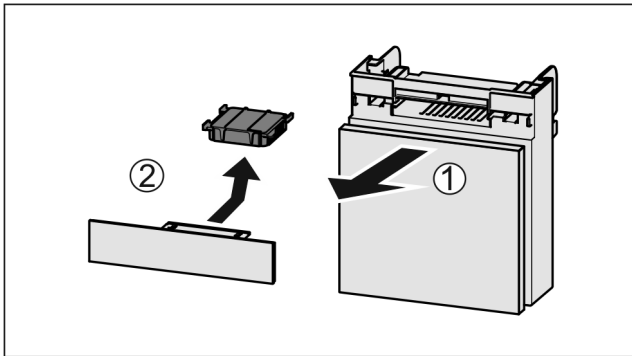

Fig. 119
- ▶ Trekk ut Fig. 119 (1) hyllen fremover.
- ▶ Ta ut Fig. 119 (2) aktivkullfilteret.